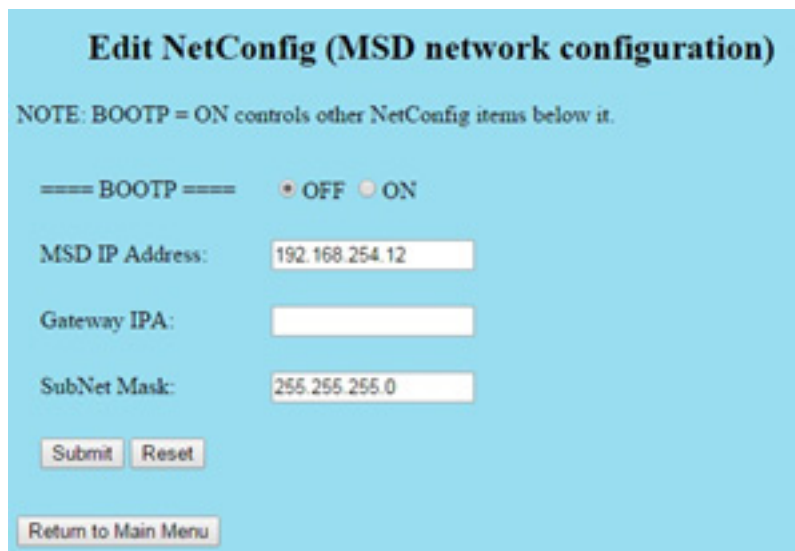

Рис. 22. Редактировать конфигурацию сети WUI
- 5 Нажмите **Установить время или редактировать конфигурацию сети** и перейдите к **Редактировать конфигурацию сети (Конфигурация сети МСД)**. (См. Рис. 22.)